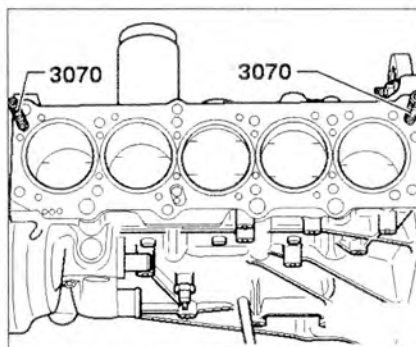

Рис. 3.18. Вкрутите направляющие пальцы 3070 в наружные отверстия со стороны впускного коллектора.
6. Вкрутите направляющие пальцы 3070 в наружные отверстия со стороны впускного коллектора (рис. 3.18).